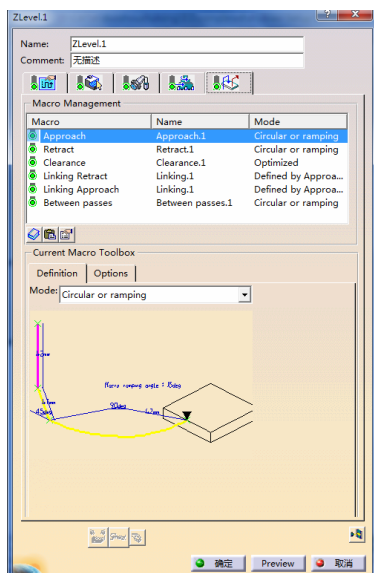

图 3-70 设置“Approach”参数 (3)
- 在“Macro Management”区域的列表框中选择“Approach”，单击鼠标右键，在弹出的快捷菜单中选择 Activate 命令，在“mode”下拉列表中选择“Circular or ramping”，设置“Approach”参数（3）如图 3-70 所示。